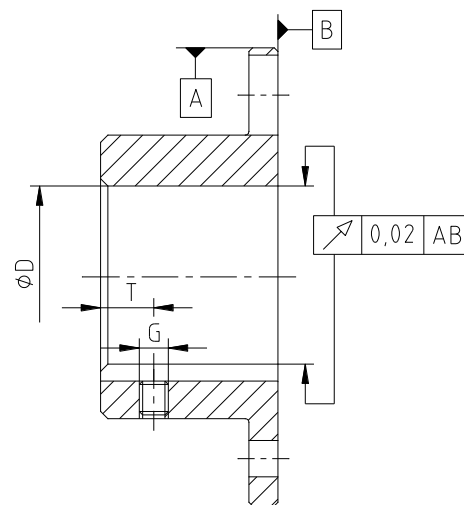

Bild 17: Rund- und Planlaufgenauigkeit
- Bei Herstellung der Flanschnabenbohrung durch den Kunden ist die Rund- bzw. Planlaufgenauigkeit (siehe Bild 17) einzuhalten.